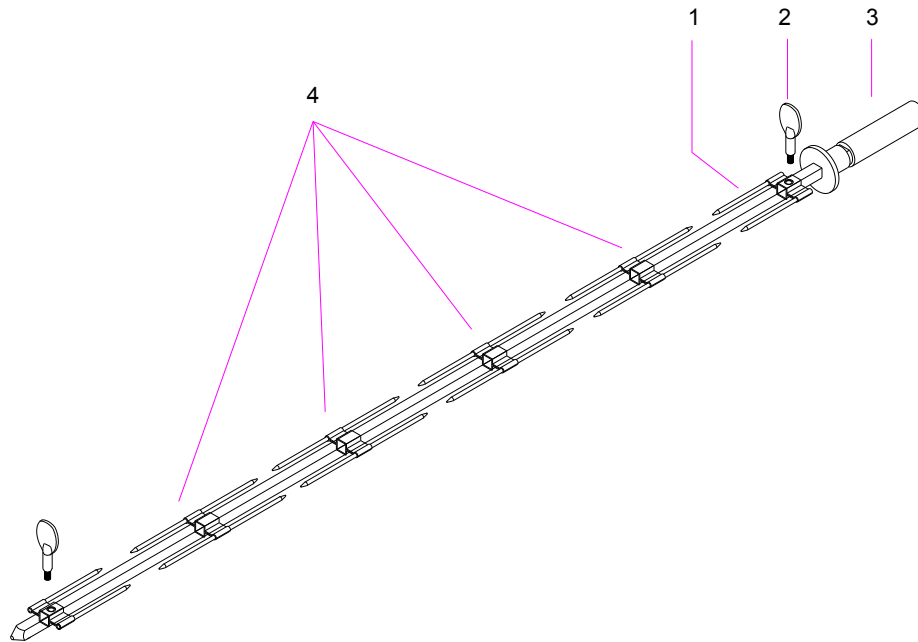

Abbildung 5
- a) Platzieren Sie den einfachen Spieß (1) auf das Schwert (3) bis dieses am erwähnten Schwert aufgelaufen ist und befestigen Sie es mit einer Schraube (2) (siehe Abbildung 5).
- b) Platzieren Sie nun anschließend das zu grillende Hähnchen auf das Schwert und befestigen Sie es am Speiß welches sie vorher platziert haben. Führen Sie nun das Hähnchen auf das Schwert im Doppelspeiß (4). Wiederholen Sie diesen Vorgang bis Sie das Schwert beladen haben und platzieren Sie dann zum Schluss nochmals ein Einzelspeiß und fixieren Sie es mit einer Schraube am Ende des Schwertes.